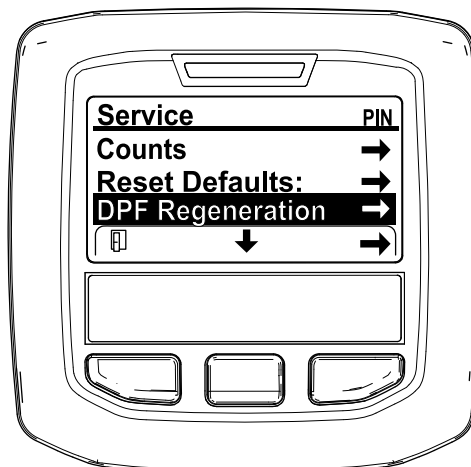

Figura 46
3. No MENU DE MANUTENÇÃO, prima o botão do meio até surgirem as opções de REGENERAÇÃO DO DPF e prima o botão direito para selecionar a opção de REGENERAÇÃO DO DPF (Figura 46).